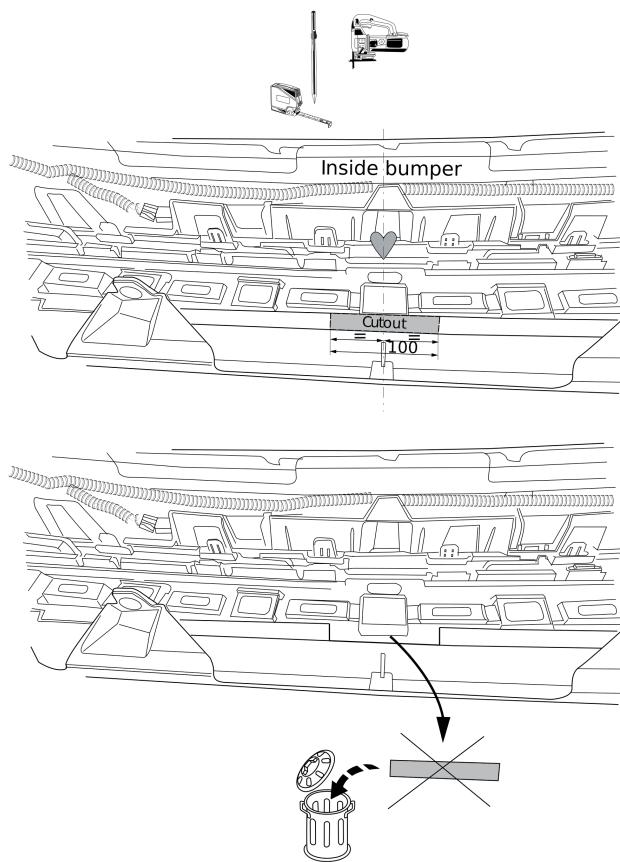

Fig. 4
- Вырезать указанные части из внутренней арматуры бампера, как указано на рис. 4.